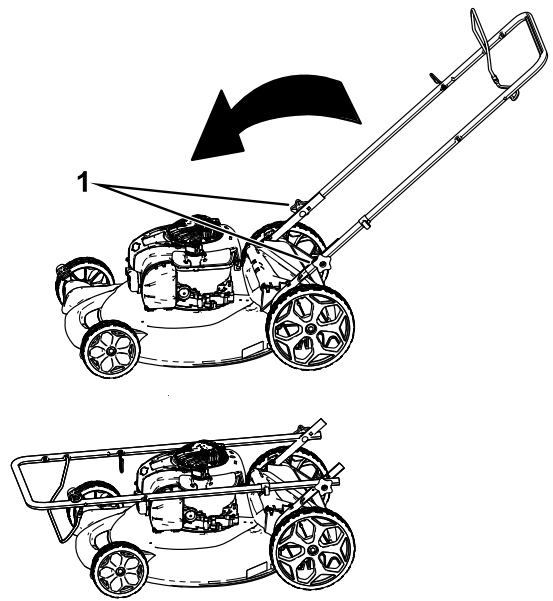

Figura 15
1. Pomo del manillar (2)
3. Mueva del manillar hacia adelante según se indica en Figura 15.
2. Afloje los pomos del manillar hasta que pueda mover el manillar libremente (Figura 15).